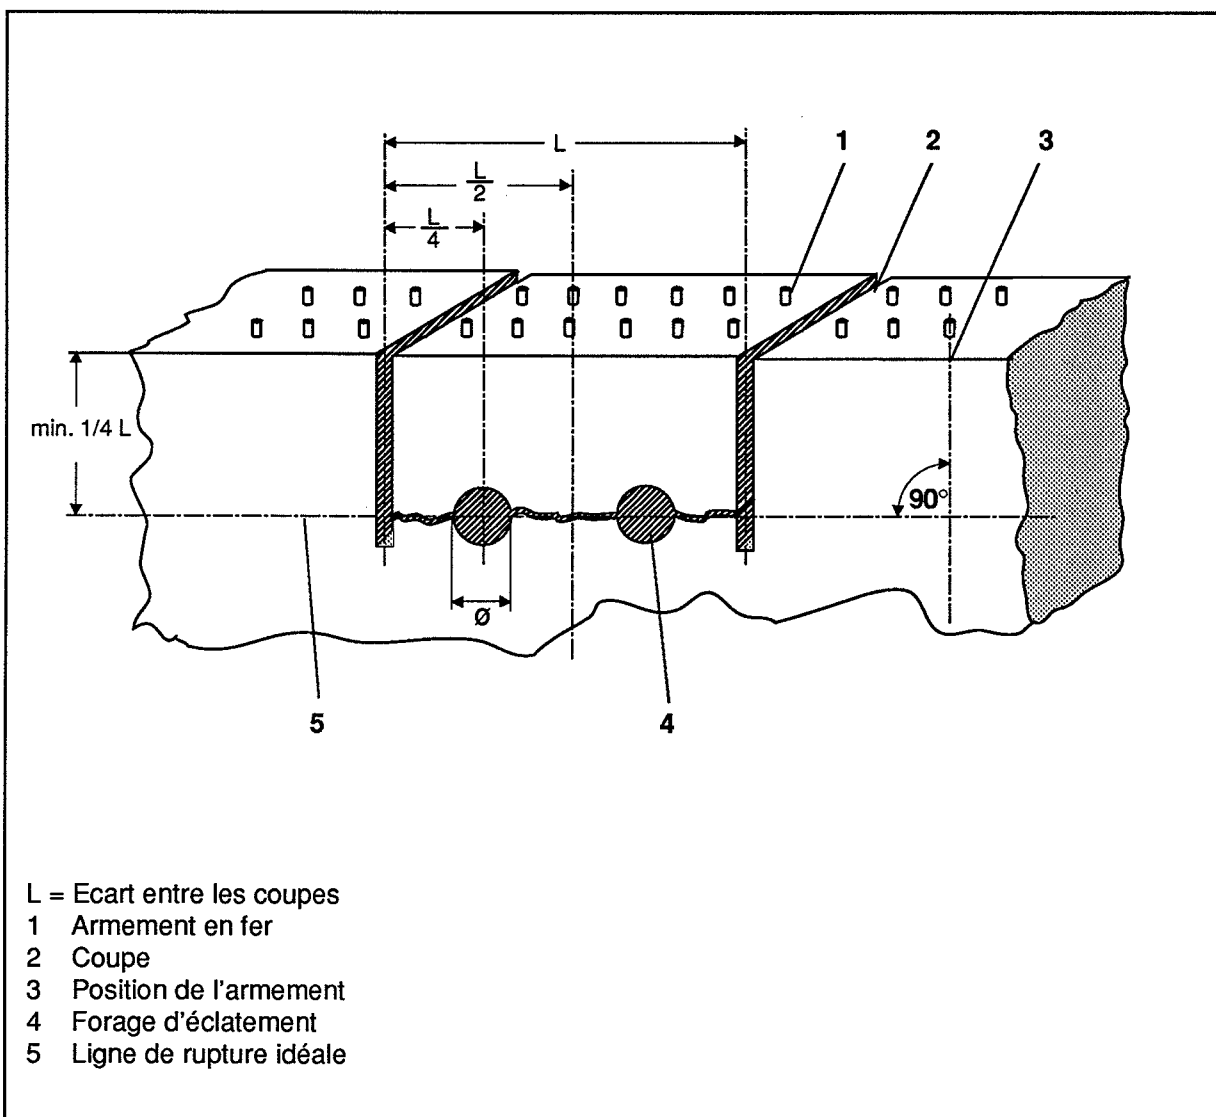
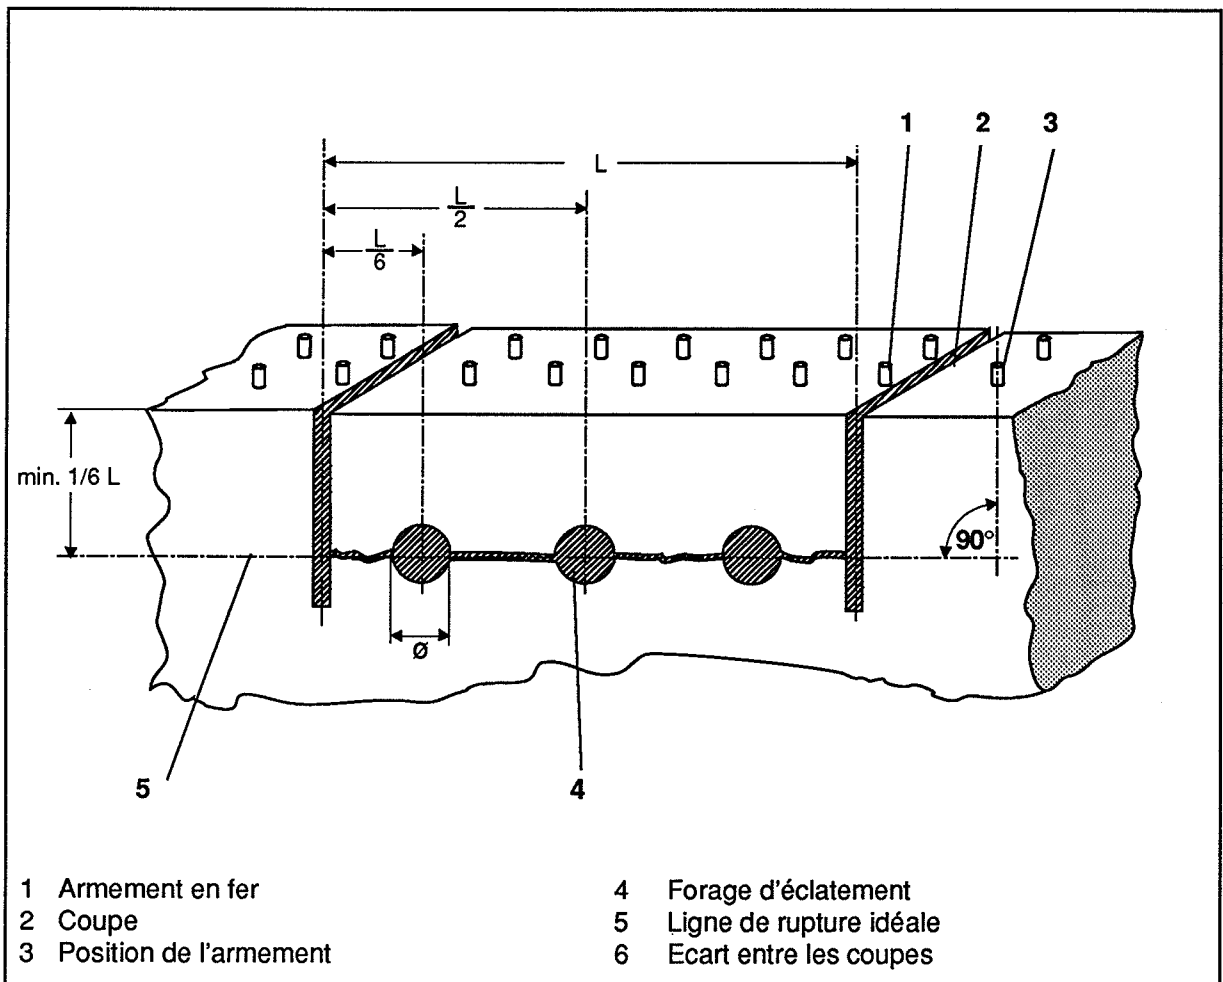

Fig. 5-3 Bonne position des trous de forage pour 2 éléments de poussée
Fig. 5-4 Bonne position des trous de forage pour 3 éléments de poussée
3. La position idéale des forages d'éclatement est indiquée pour 2 outils sur la figure 5-3 et pour 3 outils sur la figure 5-4.
4. Les forages doivent présenter une profondeur suffisante, de sorte que les éléments de poussée puissent y entrer complètement (fig. 5-4).